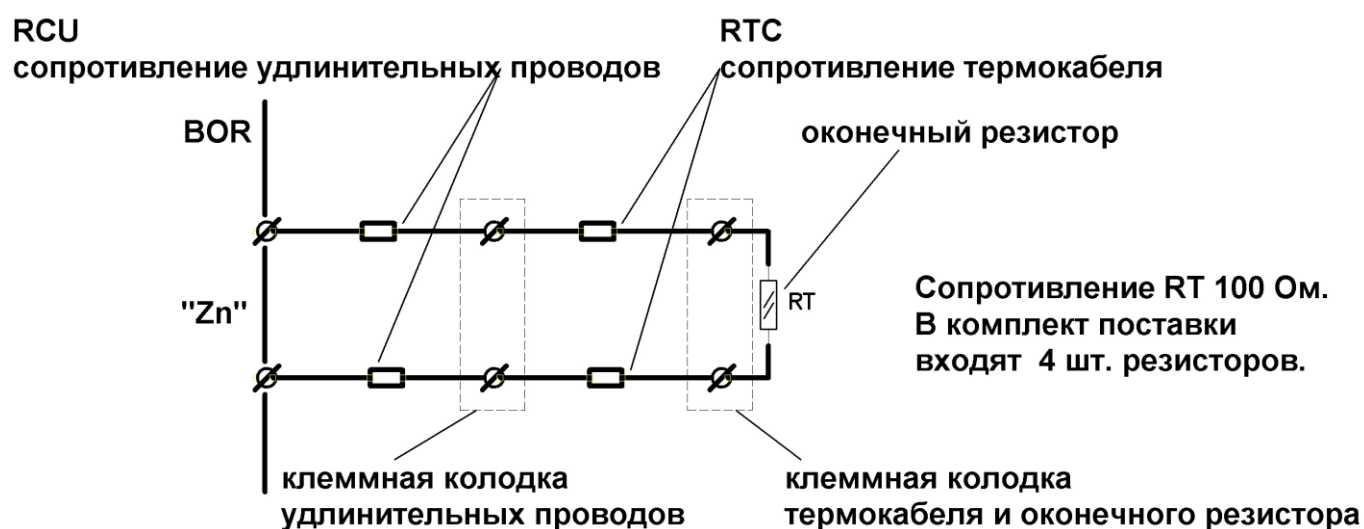

Рисунок 1 – Схема подключения термокабеля
2.5.1 Установить переключку на контакты шлейфной (зонной) клеммной колодки соединения удлинительных проводов и термокабеля (рисунок 1).